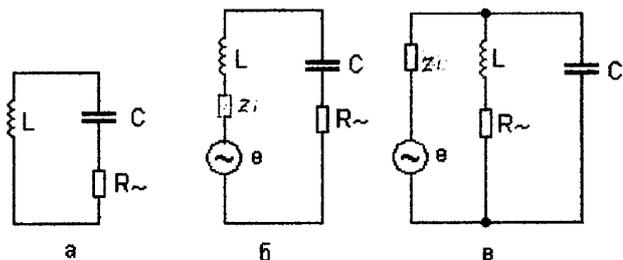

рис. 1
(1) определить собственную добротность в условиях любительской практике совсем не просто. Для получения вынужденных колебаний к контуру подключают внешний источник колебаний, обладающий комплексным выходным сопротивлением (рис. 1, б, в). При любом способе его подключения изменяются параметры контура L , C , R , и образуется колебательная система с эквивалентной добротностью Q_c . Значения Q_c и Q_c могут сильно отличаться.